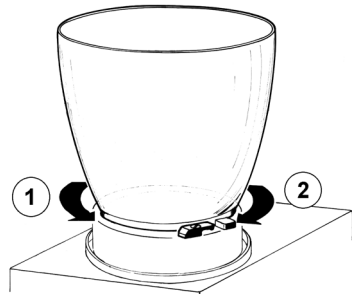

figura 2
sentido antihorario (ver figura 2).
2 Volver a montar en su alojamiento la junta del contenedor. Volver a montar el contenedor girándolo en sentido horario (2). Para facilitar esta operación mojar la junta con un poco de agua (ver figura 2).